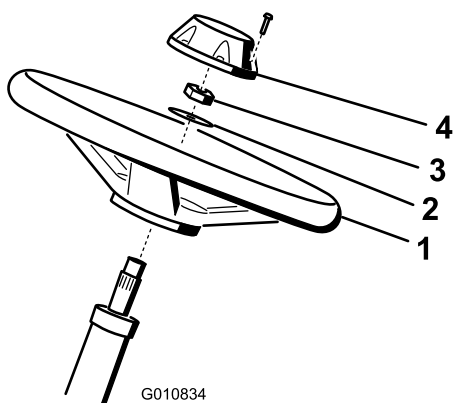

図 4
1. ハンドルをステアリングシャフトにはめ込む 図 4。
2. ワッシャをステアリングシャフトにはめ込む 図 4。
3. ロックナットでハンドルを固定し、27-35 N·m 2.8-3.6 kg/m = 20-26 ft-lb にトルク締めする 図 4。
4. キャップを取り付け、ボルト6本で固定する 図 4。